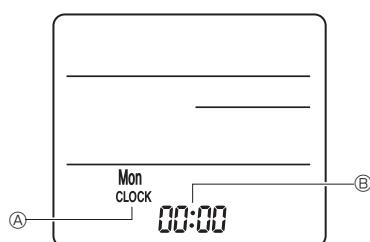

Fig. 7-10
3) Configuración (Ajuste del reloj) (Fig. 7-10)
- ① Inserte las baterías o pulse el Ⓛ CLOCK botón con algún objeto puntiagudo. [CLOCK] (RELOJ) Ⓜ y [:] Ⓝ parpadean.
② Pulse el botón RESET Ⓞ con algún objeto puntiagudo.
③ Pulse el botón Ⓟ para configurar la hora.